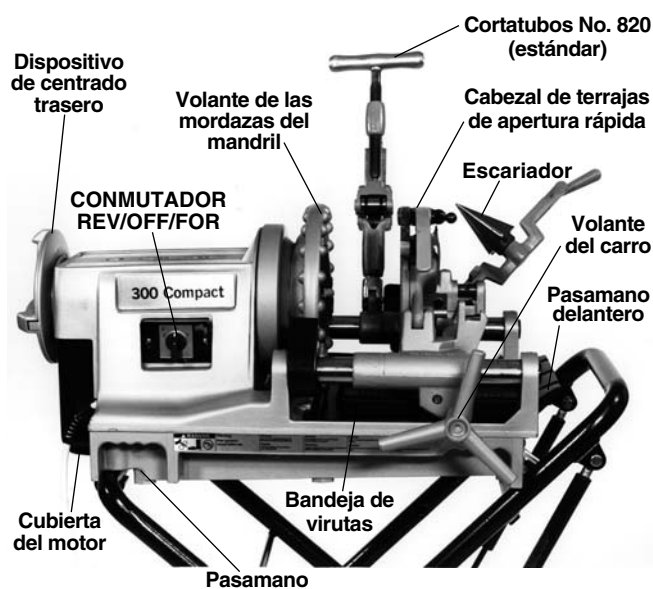

Figura 2 – Roscadora Compacta No. 300
1. Asegure que la Roscadora esté desenchufada y que su conmutador direccional se encuentre en la posición de OFF (apagado) (Figura 2).